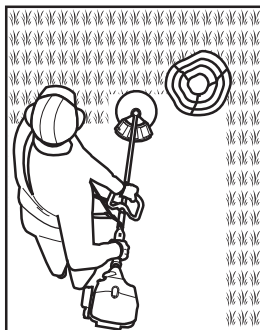

Fig. 26
- > Si l'herbe est très haute, coupez en plusieurs passes (Fig. 25). Ne coupez pas l'herbe sur toute sa longueur en une seule fois (Fig. 26).